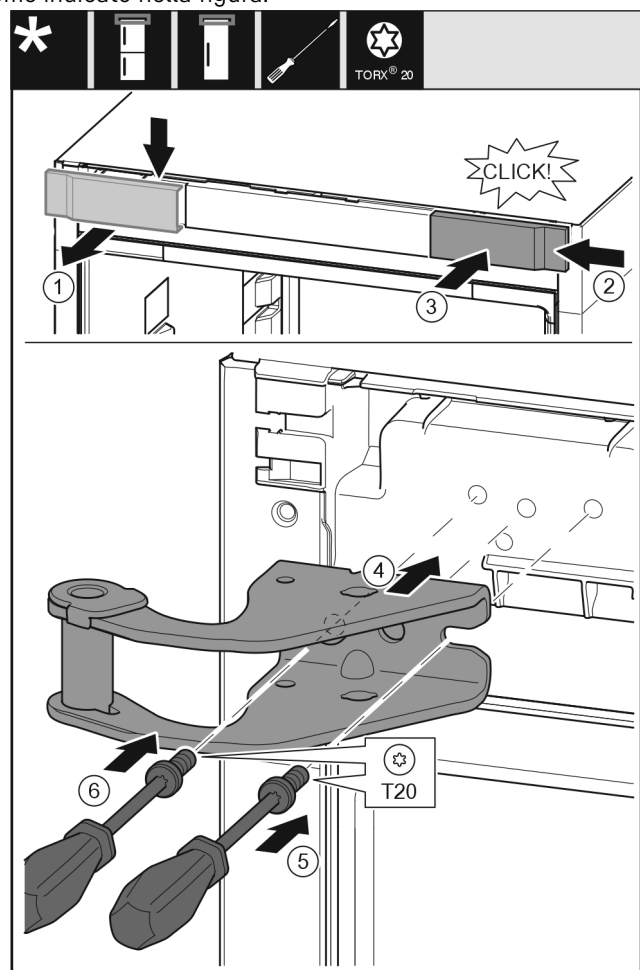

Fig. 31
- Rimuovere la copertura dall'alto in avanti. Fig. 31 (1)
- Ruotare la copertura di 180° e agganciarla sull'altro lato da destra. Fig. 31 (2)
- Innestare la copertura. Fig. 31 (3)
- Applicare il blocco di supporto superiore. Fig. 31 (4)
- Applicare la vite con il cacciavite T20 e serrare. Fig. 31 (5)
- Applicare la vite con il cacciavite T20 e serrare. Fig. 31 (6)